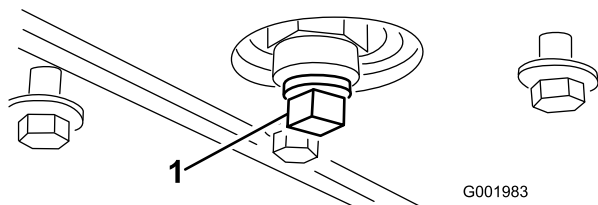

Figura 49
- Retire el tapón de vaciado (Figura 49).